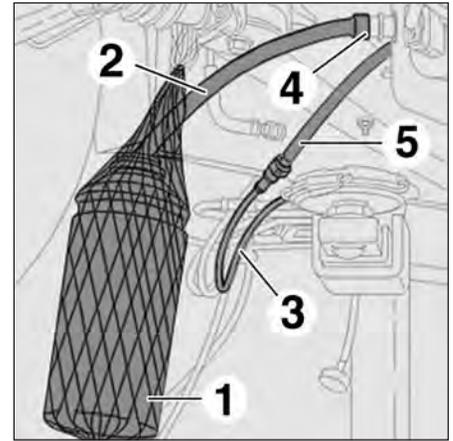

FIG.94
- Brancher le tuyau de mise à l'air libre (5) au bidon d'additif avec l'adaptateur (3) fourni dans le kit de remplissage (Fig.94).
- Plonger une durite (2), branchée sur le raccord (4) de mise à l'air libre, dans le bidon vide (1) du kit pour le trop plein.
- Brancher le raccord (3) sur le bidon d'additif.
- Ouvrir le robinet situé sur le tuyau de remplissage (3).